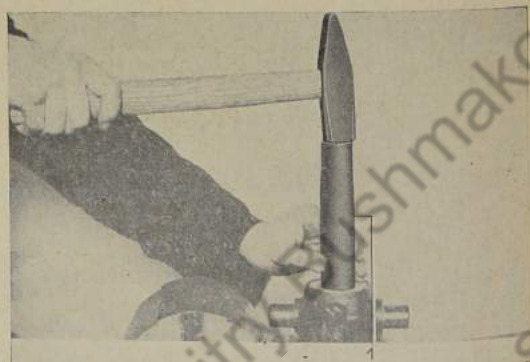

Bild 776: Hochschulterkugellager aus Lagergehäuse herausschlagen
7. Hochschulterkugellager mit Schlagbolzen aus dem Lagergehäuse herausschlagen (Bild 776).